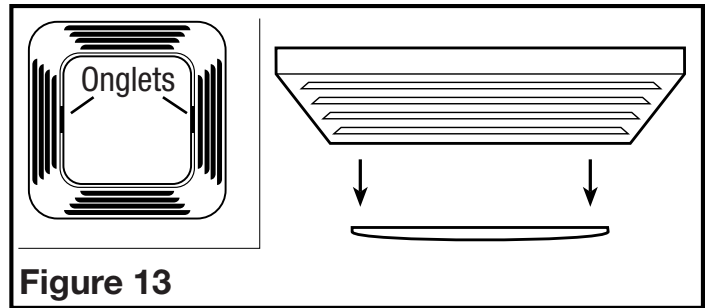

Figure 13
3. **Remplacement de l'ampoule :** débrancher l'alimentation de l'unité. Enlever la lentille de la lumière en pressant sur les onglets et en la tirant vers le bas (Figure 13). Enlever l'ampoule et vous référer aux instructions de la **Section 6 - Complétion de l'installation** pour compléter le remplacement de l'ampoule et l'installation de lentille de la lumière.